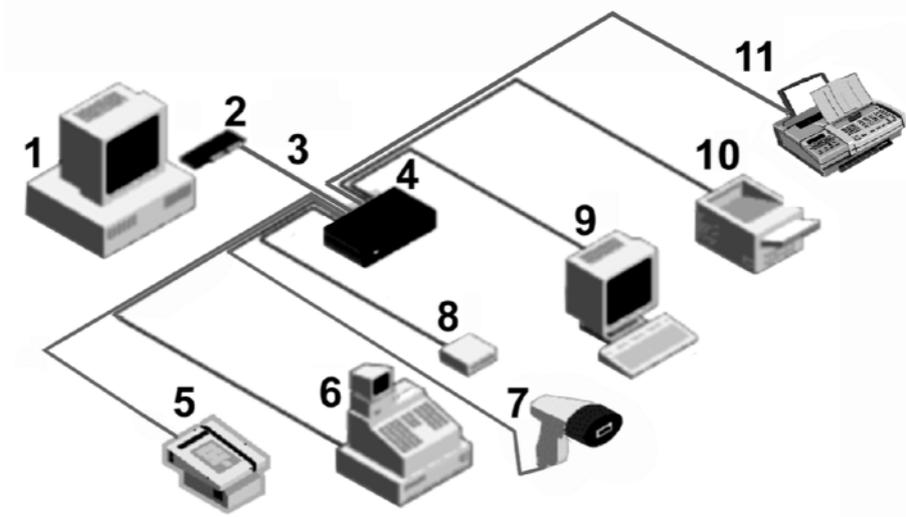

Abbildung 8.49 Schnittstellenerweiterung über Konzentrator. Ein Einsatzbeispiel
- Kassen- und Abrechnungssysteme, Systeme der Produktionssteuerung, der Zugangskontrolle, der Datenerfassung, der Meßtechnik usw. Es sind vielfältige Geräte (Terminals, Kartenleser, Waagen, Produktionsmaschinen, Meßgeräte usw.) angeschlossen (Abbildung 8.49). Steuerung: über entsprechende Betriebssysteme oder unmittelbar aus dem Anwendungsprogrammsystem heraus.